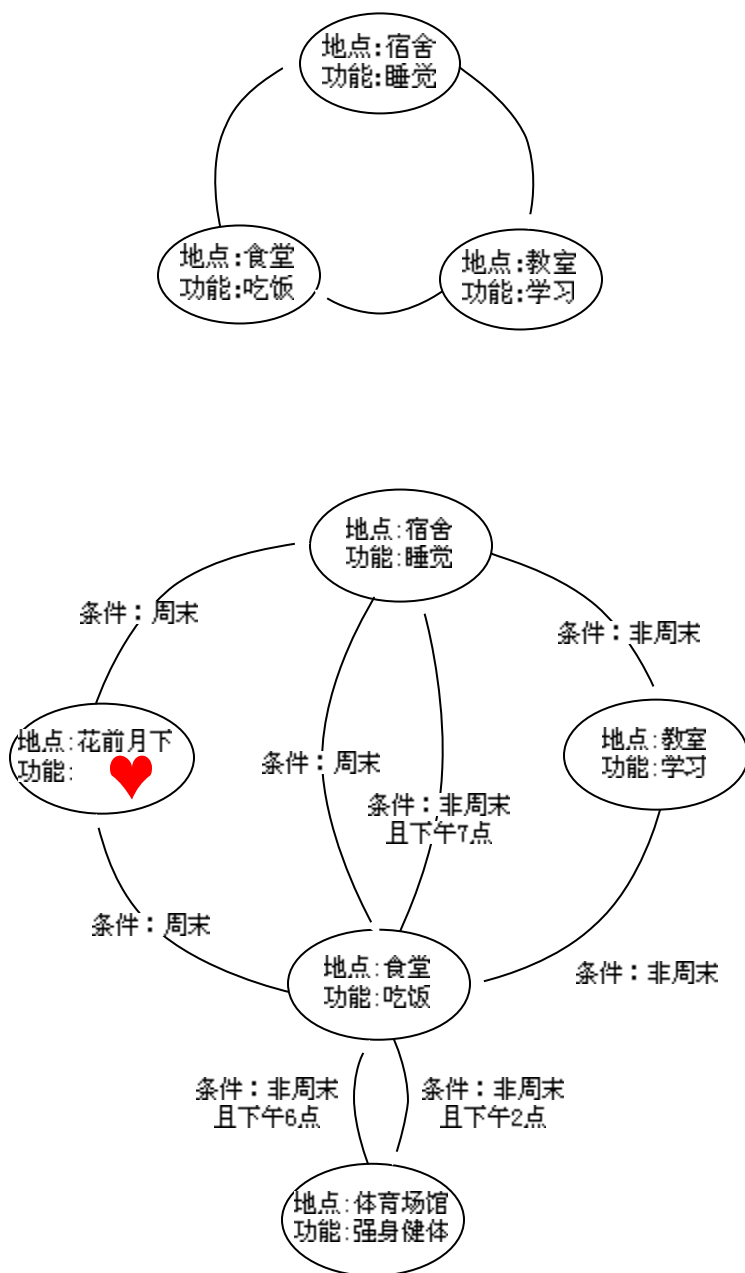

图6-2 另一位学生在校生活状态转移图
同样如果将图中的“地点”认为是“状态”，将“功能”认为是状态的“输出”，将“条件”认为是状态转移的“输入条件”，图 6-2 也是一张标准的状态转移图，通过状态机的方式我们再次清晰地描述另一个学生的在校生活方式。
- 米勒型状态机：米勒型状态机的输出不仅依赖于当前状态，而且取决于该状态的输入条件。例如图 6-2 所示的例子，将图中的“地点”认为是“状态”，将“功能”认为是状态的“输出”，将“条件”认为是状态转移的“输入条件”，大家可以发现，该学生到达什么地方，做什么事情都是由当前状态和输